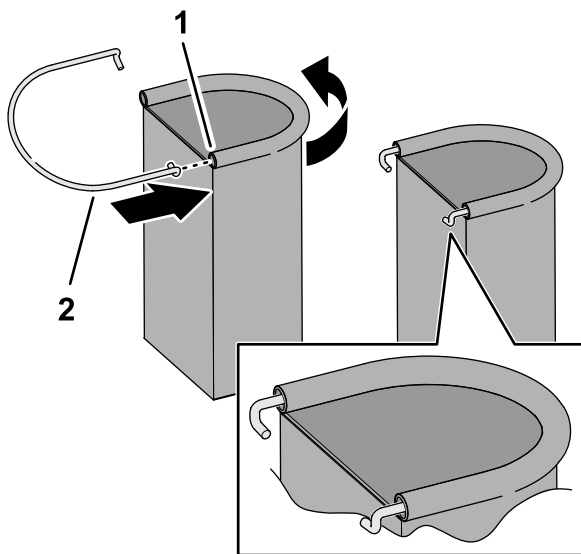

Figura 22
1. Insira uma barra do capot na manga do saco de armazenamento do EPP como se mostra na Figura 22.